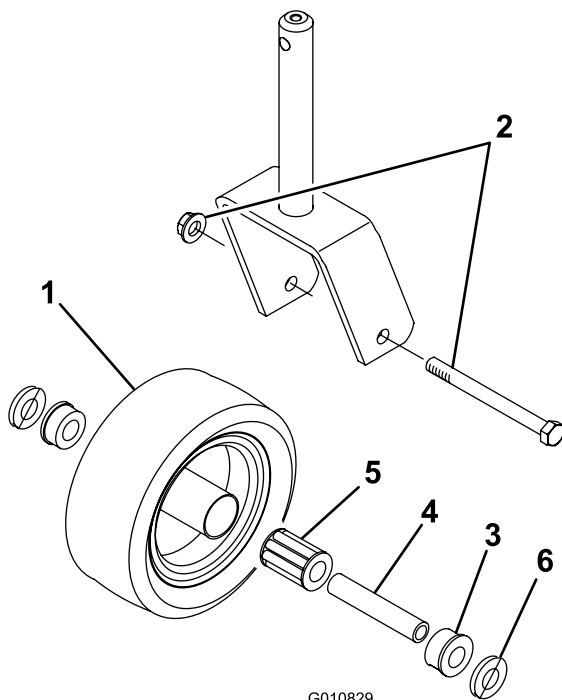

Figure 22
- Enlevez le contre-écrou de la vis qui fixe la roue pivotante à la fourche (Figure 22).
- Sortez la douille pour clé du moyeu de roue (Figure 22).
- Insérez l'autre bague dans le côté ouvert du moyeu pour bloquer le roulement à l'intérieur (Figure 22).